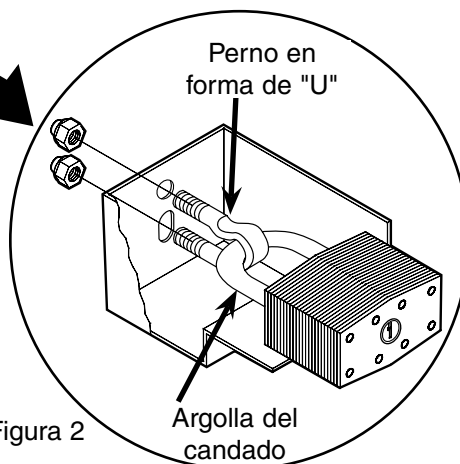

Figura 2
3. Inserte el perno en "U" a través de los dos orificios ubicados en la parte trasera del alojamiento para candado (figura 2).